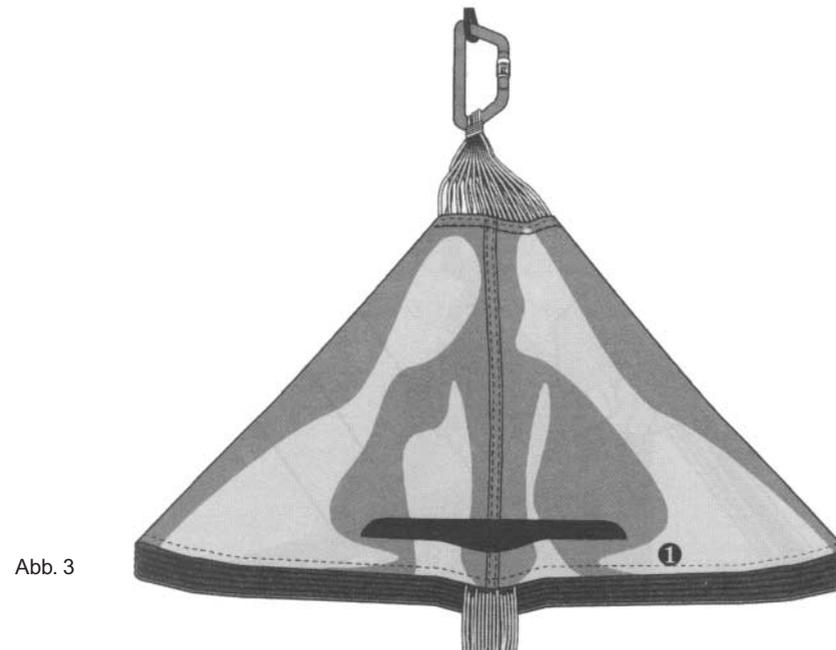

Abb. 3
3. Der Schirm wird nun auf den Boden gelegt und die Kappenbahnen aufgeteilt und übereinander ausgerichtet. Nun liegen jeweils die Hälfte der Bahnenanzahl rechts und links neben den Fangleinen. Dieser Arbeitsgang muß unter ständiger Spannung zwischen dem fixierten Scheitel und den Fangleinen durchgeführt werden, um sicherzugehen, daß die Bahnen faltenfrei aufeinander liegen (Abb. 3).
*The canopy is now laid on the packing surface and the panels divided, such that half are to the left of the suspension lines and half are to the right. Ensure that all the panels (in both halves) are placed neatly on top of one another. This step should be performed with constant tension applied between the fixed apex and the suspension lines, to ensure that the panels are placed above one another without creases. (Figure 3).*